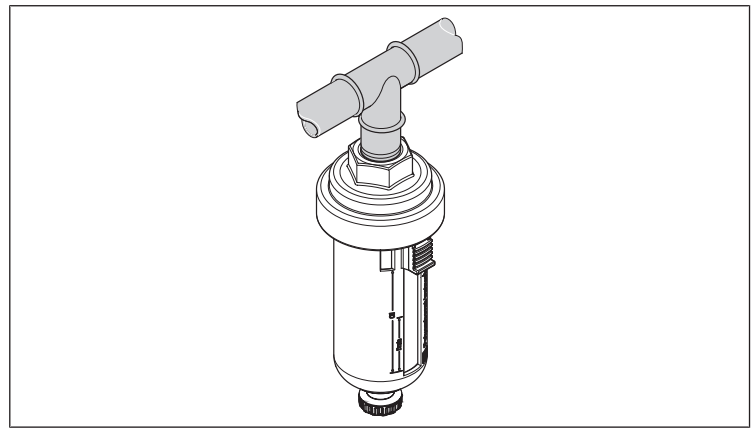

Abb. 8: Kondensatabscheider anschließen
1. Schließen Sie den Kondensatabscheider an. Siehe → Abb. 8.